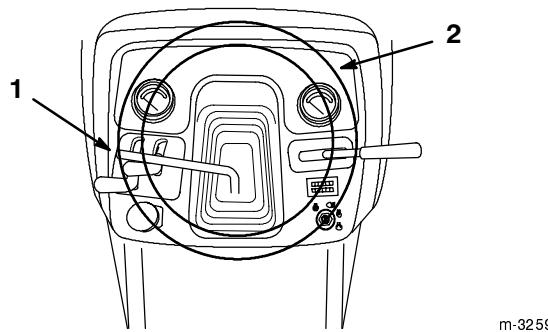

Figure 22
1. Soulever le levier de réglage pour débloquer l'inclinaison du volant (Fig. 22).